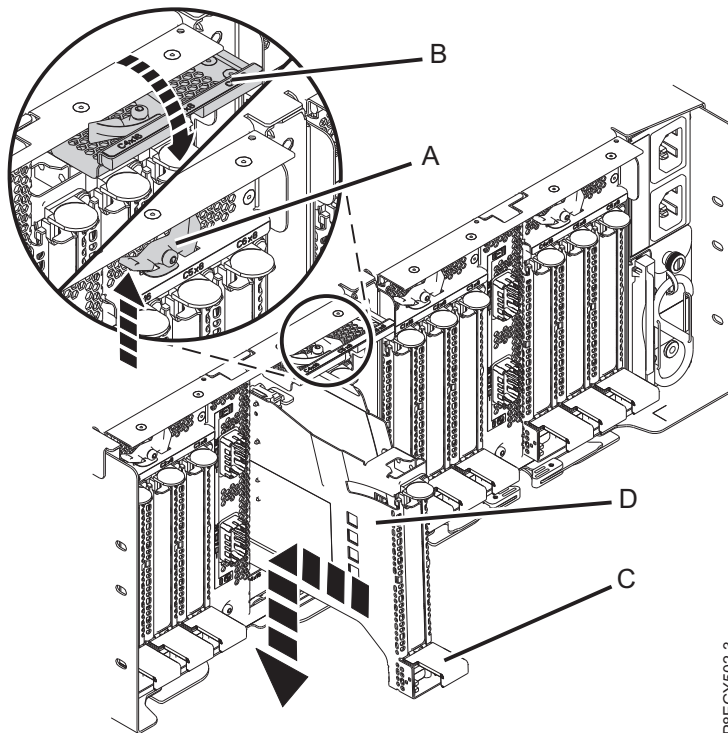

Abbildung 106. PCIe-Adapterkassette im Einschub für PCIe3-Erweiterungen installieren
- b. Fassen Sie die Adapterkassette (D) vorsichtig an der oberen Kante an und richten Sie die Adapterkassette an dem Steckplatz aus. Siehe Abb. 106 auf Seite 104.
- c. Schieben Sie die PCIe-Adapterkassette (D) in den Kassettensteckplatz.
- d. Wenn die PCIe-Adapterkassette (D) vollständig in den Steckplatz geschoben ist, drücken Sie den Kassettengriff (C) nach unten, um die Adapterkassette (D) in ihrem Anschluss zu verriegeln. Siehe Abb. 106 auf Seite 104.
- e. Drehen Sie die Verriegelungsklappe (B) nach unten und drücken Sie sie in die geschlossene Position (siehe Abb. 106 auf Seite 104). Der Verriegelungshebel (A) rastet automatisch ein.